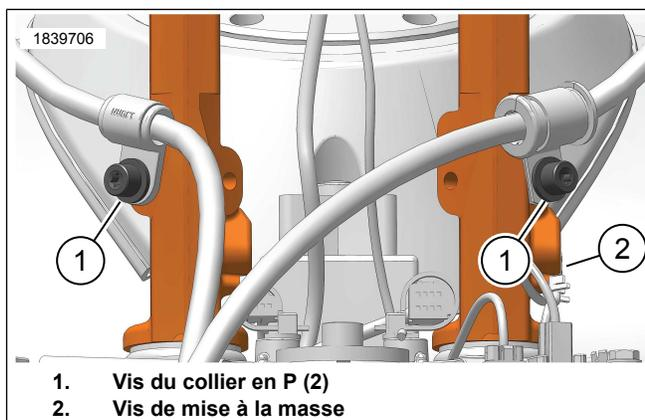
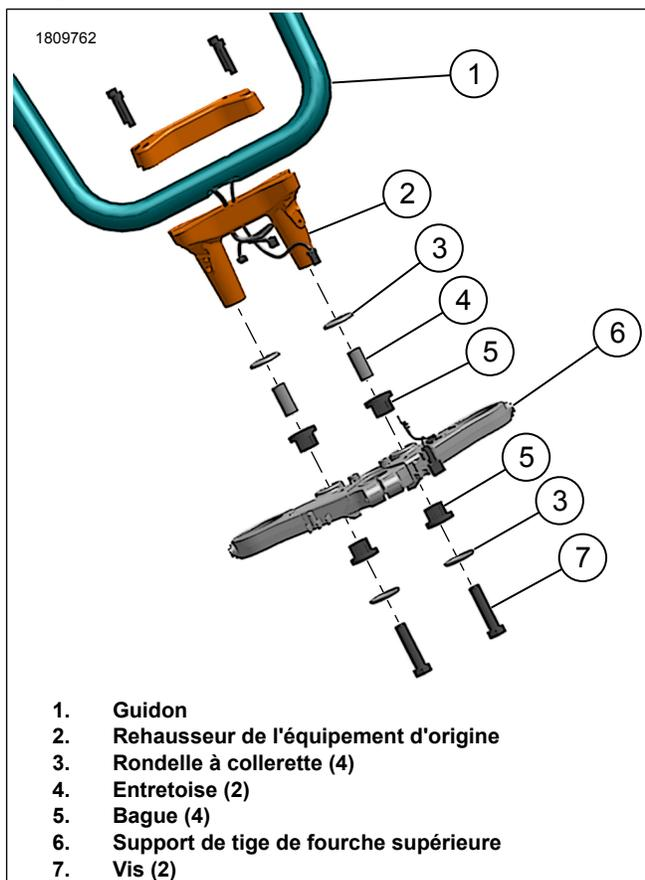

Figure 2. Vis du collier en P et vis de mise à la masse
Figure 3. REHAUSSEUR DE GUIDON DE L'ÉQUIPEMENT D'ORIGINE
2. Voir la Figure 2. Retirer et conserver les vis.
- a. Vis du collier en P (1).
- b. Vis de mise à la masse (2).
4. Voir la Figure 3. Assemblez l'ensemble de rehausseur.
- a. Retirez les vis (7).
- b. Enlever le(s) rehausseur(s) de l'équipement d'origine (2).